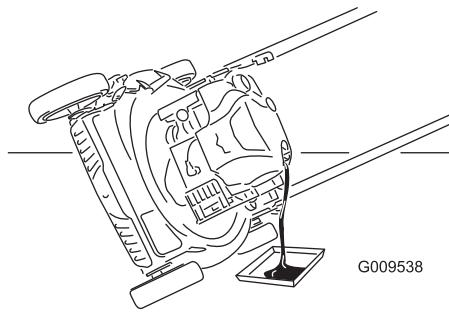

Bild 29
- Kippen Sie die Maschine zur Seite, der Einfüllstutzen zeigt nach unten, um das Altöl über den Einfüllstutzen in eine Auffangwanne abzulassen (Bild 29).